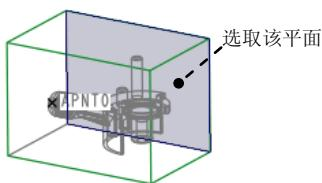
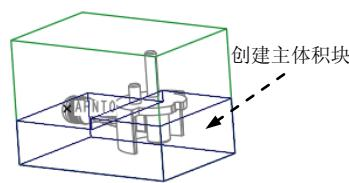

图 10.33 拉伸终止面
图 10.34 主体积块
(4) 定义深度类型。在操控板中选择深度类型 (到选定的)，选取图 10.33 所示的面为拉伸终止面。
(5) 在“拉伸”选项卡中单击 按钮，完成特征的创建。
Step3. 在 **编辑模具体积块** 选项卡中单击“确定”按钮 ，完成体积块的创建。结果如图 10.34 所示。
Step4. 选取分割曲面。在“体积块分割”操控板中单击  右侧的  按钮将其激活。然后选取 Task4 中图 10.34 所示的主体积块为分割对象。